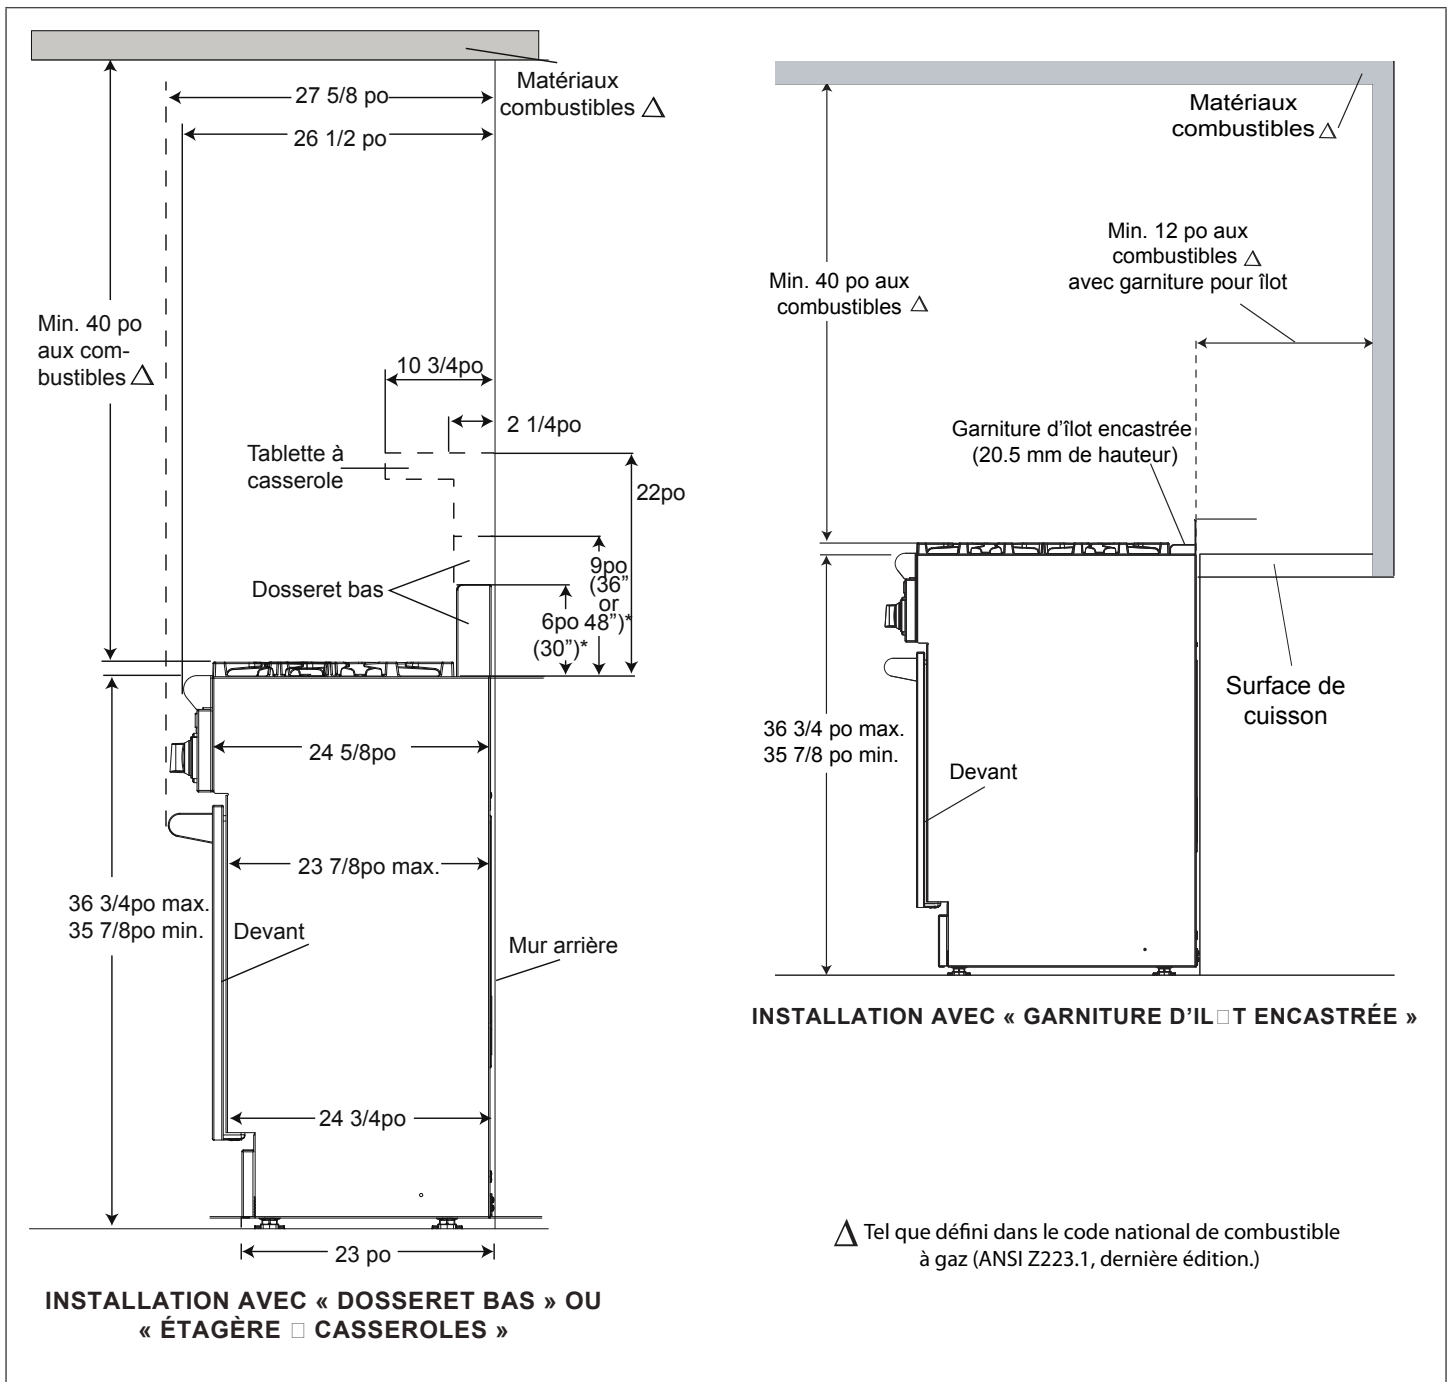

Figure 2 : Vue latérale
2. Les cuisinières peuvent être encastrées entre les armoires au-delà de l'avant du four (Voir Figure 2). Figure 2
5. Si la distance entre un matériau combustible  $\Delta$  et le bord arrière de la cuisinière au-dessus de la table de cuisson est de moins de 30,5 cm (12 po), il est obligatoire d'installer un dossier bas ou une tablette à casserole Thermador (voir Figure 2). Avec un dégagement au matériau combustible  $\Delta$  de 12 po et plus, la garniture d'îlot encastrée Thermador peut être utilisée. Les Figure 2 indiquent l'espace libre nécessaire pour chaque type de plaque de protection.
- Le poids d'expédition approximatif de la cuisinière est indiqué au tableau A. La trousse de documentation contenant les manuels, les grilles de cuisson, la plaque de cuisson, les chapeaux des brûleurs, la plaque d'habillage et les grilles du four doivent être retirés pour faciliter la manutention. Il est aussi recommandé de retirer la (les) porte(s) (Voir « Chapitre 8 : Retrait et installation de la porte » à la page 16.). Le poids de l'appareil s'en trouvera diminué, comme indiqué au Tableau A . Voir Figure 2 à la page 6. **N'ôtez pas la plaque de cuisson et le plateau.**